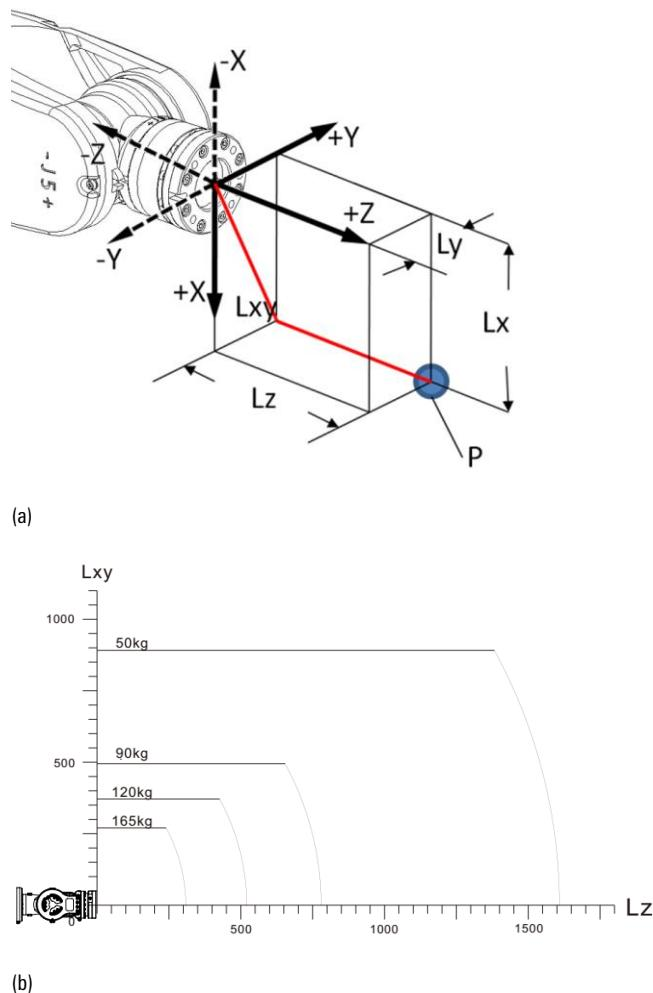

图 9-5 AIR165-2700B 操作机腕部负载质心位置示意图
- 负载条件应在图 9-5 及表 9-4 所示的范围内。
AIR165-2700B 操作机腕部负载线图如图 9-5 所示。